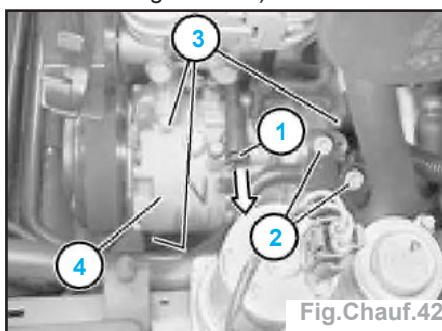
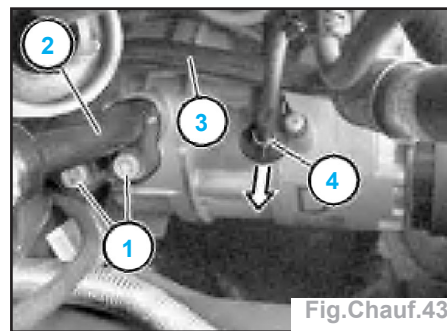

Fig.Chauf.42
Fig.Chauf.43
- débrancher le flexible de dépression (2) dans le sens de la flèche,
- dégager le réservoir de dépression (3) et le mettre de côté.
- débrancher le connecteur dans le sens de la flèche (N42 : Fig.Chauf.42), M47TU - M54TU : Fig.Chauf.43).